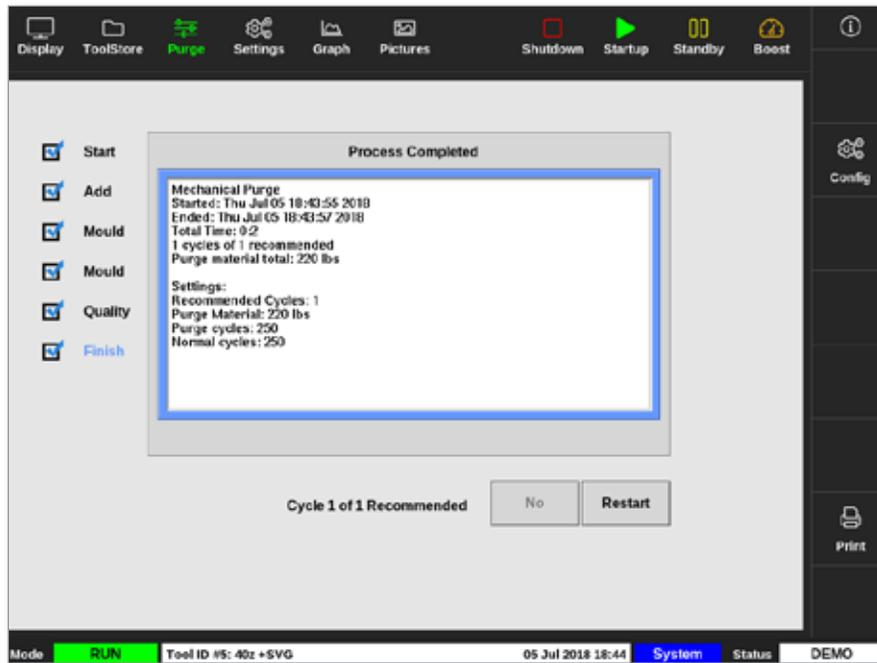

Figura 6-10 Schermata di riepilogo Mechanical purge (Pulizia meccanica)
6. Finish (Fine): il sistema visualizza una schermata di riepilogo. Vedere la Figura 6-10.